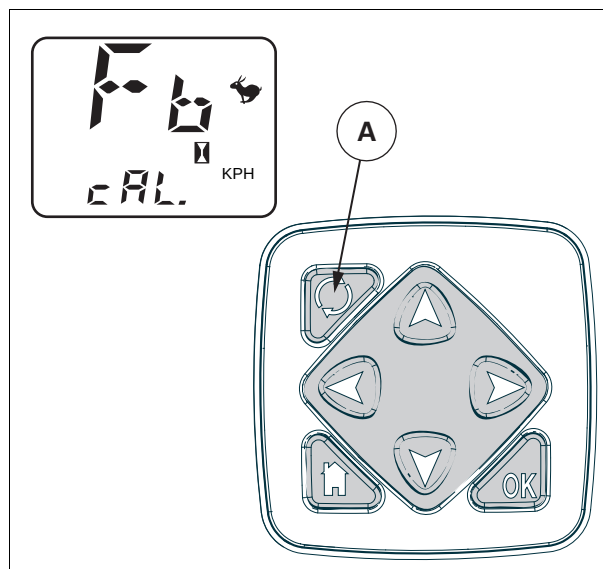

Рис. 10.
3. На экране должна отобразиться надпись "CAL" *рис. 10*.